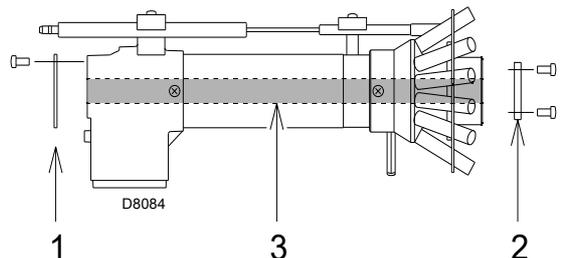

图 19
- ▶ 拆下内管 3)(图 19), 安装随系统提供的分配盘 1) -2)。